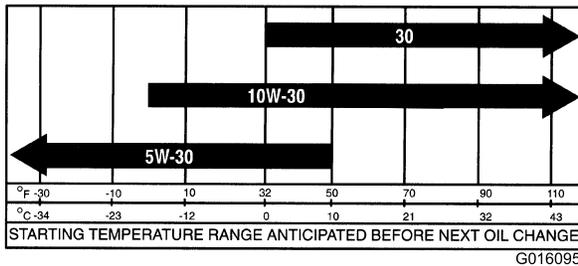

Figura 45
**Viscosidad del aceite de motor:** 10W-30; seleccione la viscosidad del aceite de motor según la temperatura del aire; consulte la tabla de Figura 45.